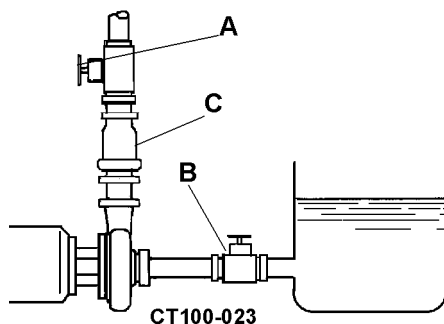

Figura 12 - Alimentazione sotto la pompa
1. Riempire il serbatoio di alimentazione con liquido e aprire la valvola della tubazione di alimentazione (aspirazione) (vedere Figura 12, rif. B).
2. Aprire la valvola di scarico e scaricare l'aria intrappolata nella tubazione di alimentazione o nell'alloggiamento (vedere Figura 12, rif. A).